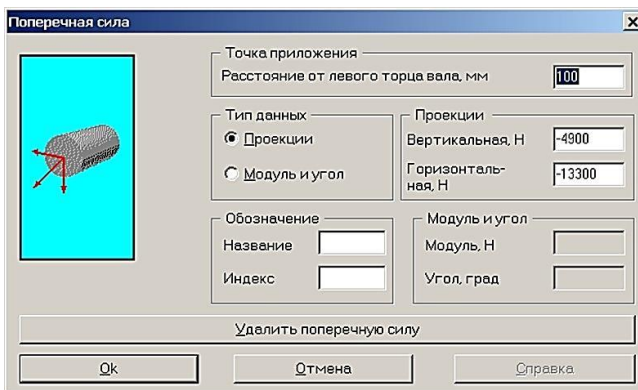

Рис. 20
**Задание поперечных сил.** Нажатием кнопки «*Поперечная сила*» (меню *Задать/Поперечная сила*) переходим в режим задания радиальной силы и в поля ввода открывшегося диалогового окна «*Поперечная сила*» (рис. 20) записываем параметры и обозначение силы. Рассмотрим задание радиальных сил  $F_{t1}$  и  $F_{r1}$ .